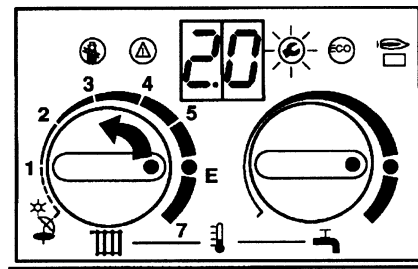

Рис. 54
- Регулятор температуры на отопление повернуть, пока не высветиться "2.0", после 5 секунд появиться установленный режим работы "0.", т.е., нормальная работа (рис.54).